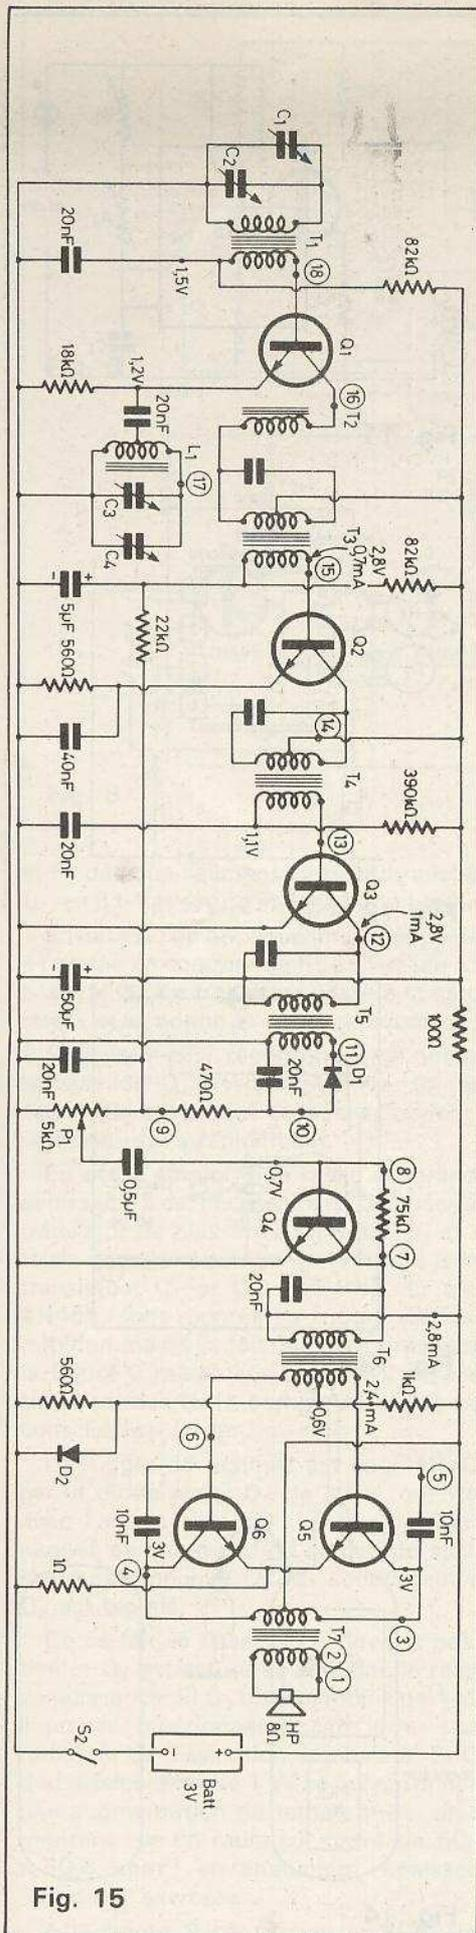

Fig. 15
Il s'agit d'un radiorécepteur à modulation d'amplitude conforme au schéma de la figure 15.
**Le récepteur analysé.** Revenons au schéma de la figure 15. Le montage est classique, son originalité réside dans l'alimentation de 3 V seulement par pile ce qui a conduit le concepteur de ce schéma à utiliser des transformateurs en BF évitant les résistances réductrices de tension. Indiquons en passant, qu'un appareil de ce genre pourrait se montrer intéressant pour une alimentation par cellule solaire de petites dimensions. Chaque cellule donne 0,4 V et il en faut 9, mises en série: des cellules de 0,1 A suffiront.